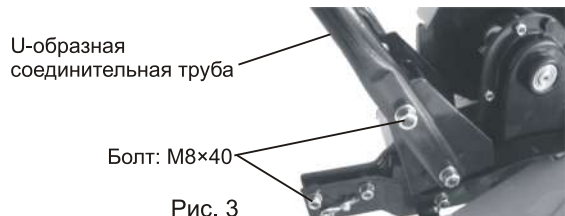

Рис. 3
2. Установите U-образную соединительную трубу на кронштейн культиватора с помощью 4 болтов M8x30 (рис. 3);